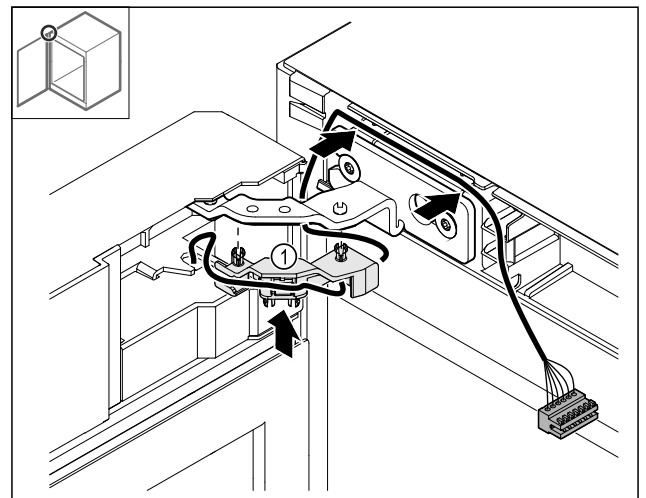

Fig. 49
- Kabelhalterung Fig. 49 (1) ins Scharnier drücken.